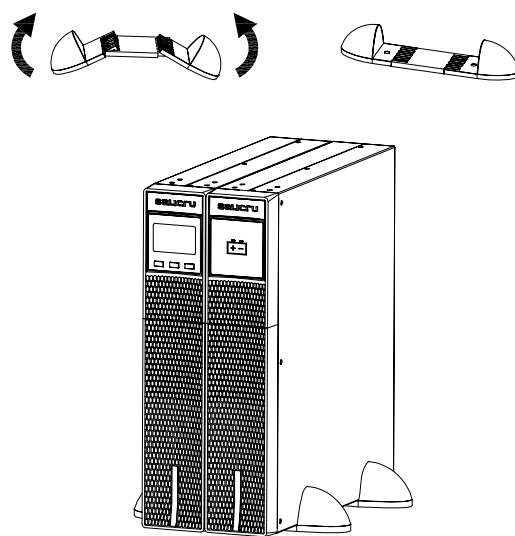

Fig. 7. Modèle en montage vertical -type tour- avec extension autonomie (module de batteries).
- Placez l'onduleur et le module de batteries debout entre les deux bases (voir la Fig. 7) et à une distance de 70 mm depuis chaque extrémité, de façon similaire à ce qui est indiqué à la Fig. 7.